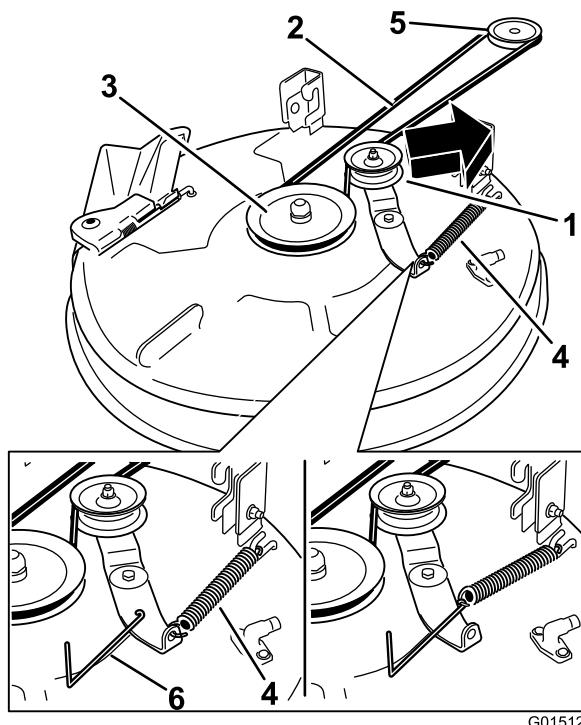
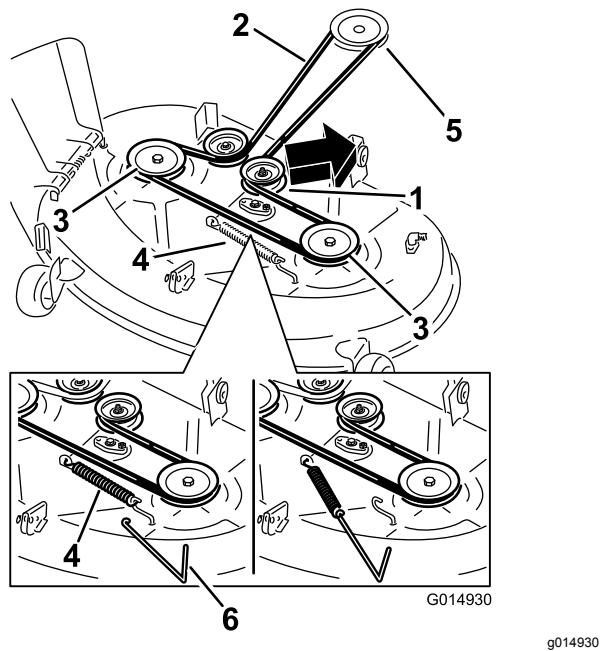

Рисунок 53
Рисунок 54
6. Используя съемник пружин (№ 92-5771 по каталогу Toro), снимите пружину натяжного шкива с крюка деки, чтобы снять натяжение с натяжного шкива, и снимите ремень со шкивов (Рисунок 53 и Рисунок 54).
7. Проложите новый ремень вокруг шкива двигателя и шкивов газонокосилки (Рисунок 53 и Рисунок 54).
8. Используя съемник пружин (№ 92-5771 по каталогу Toro), установите пружину на натяжном шкиве и ремне газонокосилки (Рисунок 53 и Рисунок 54).